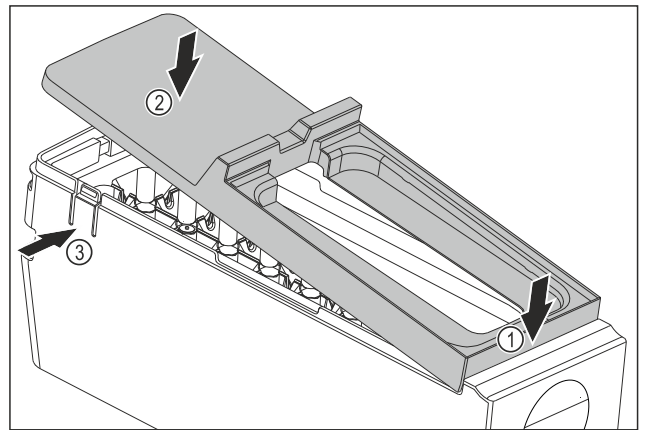

Fig. 81
- Montare la copertura del corpo dell'EasyTwist-Ice: Applicare la copertura sul davanti. Fig. 81 (1)
- Abbassare la copertura sul retro. Fig. 81 (2)
- La copertura si innesta in entrambe le linguette Fig. 81 (3) in modo udibile.